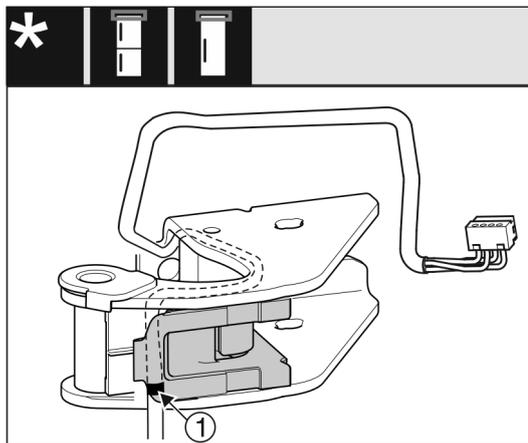

Fig. 29
- ▶ При этом средняя маркировка Fig. 29 (1) должна находиться на краю держателя кабеля.